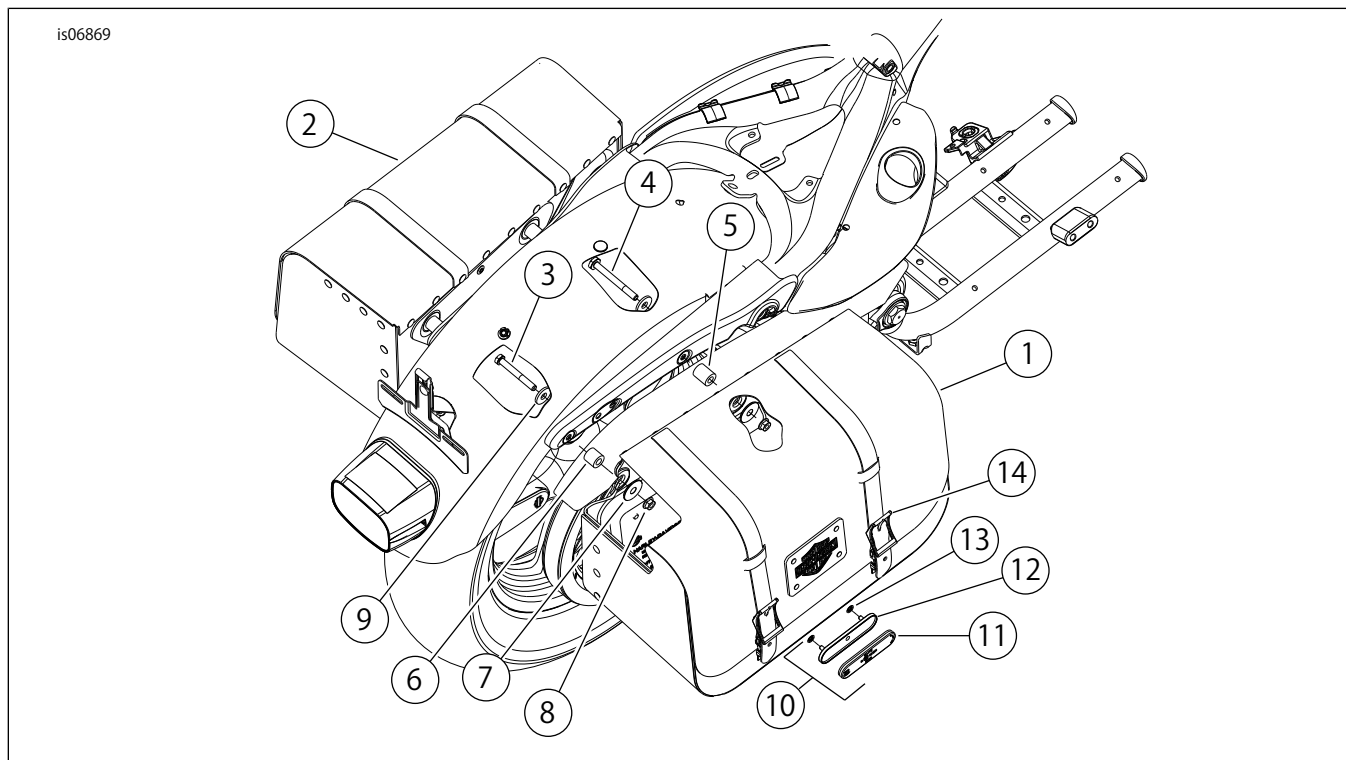

図2。交換用パーツ:エクスプレスライダーサドルバッグキット
「図2」および「表1」を参照してください。
6. 「図2」を参照。フェンダーの下から、キットのスクリュー(3)とワッシャー(9)をリアフェンダーの穴に、スクリュー(4)とワッシャー(9)をフロントフェンダーの穴に挿入し、ステップ4で外したボタンヘッドスクリュー2本の場所からフェンダーサポートとカバーを取り付けます。
2. 「図2」を参照してください。サドルバッグにリフレクターマウント(12)を取り付けます。